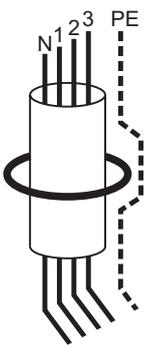

Рис. 1
- используйте датчик тока, диаметр которого намного больше диаметра кабеля (не менее, чем в два раза) (рис. 1).